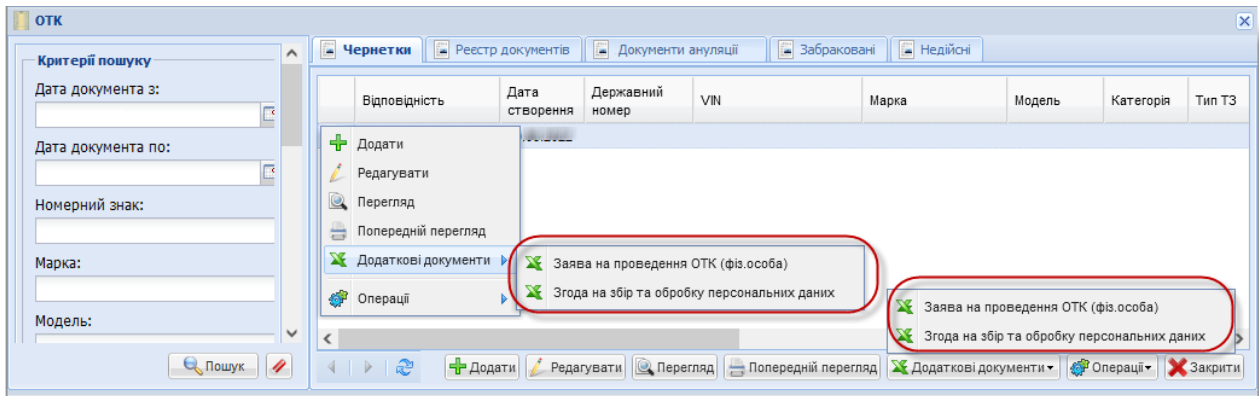

Рисунок 3.92
- клікнути правою клавішею миші по *потрібному* документу та вибрати пункт контекстного меню *Додаткові документи – Заява на проведення ОТК (фіз. особа)* або *Додаткові документи – Згода на збір та обробку персональних даних* (рис. 3.92);
- вибрати потрібний документ, натиснути кнопку **Додаткові документи** та з меню вибрати пункт *Заява на проведення ОТК (фіз. особа)* або *Згода на збір та обробку персональних даних* (рис. 3.92).